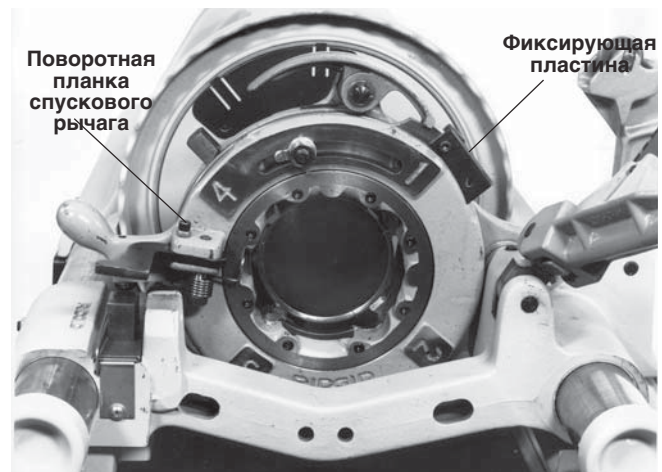

Рисунок 16 – Расположение фиксирующей пластины для цилиндрических резьб NPSM/BSPP
7. По достижении необходимой длины резьбы надавите на спусковую рукоятку для освобождения задвижки (рисунок 16). Головка откроется автоматически.